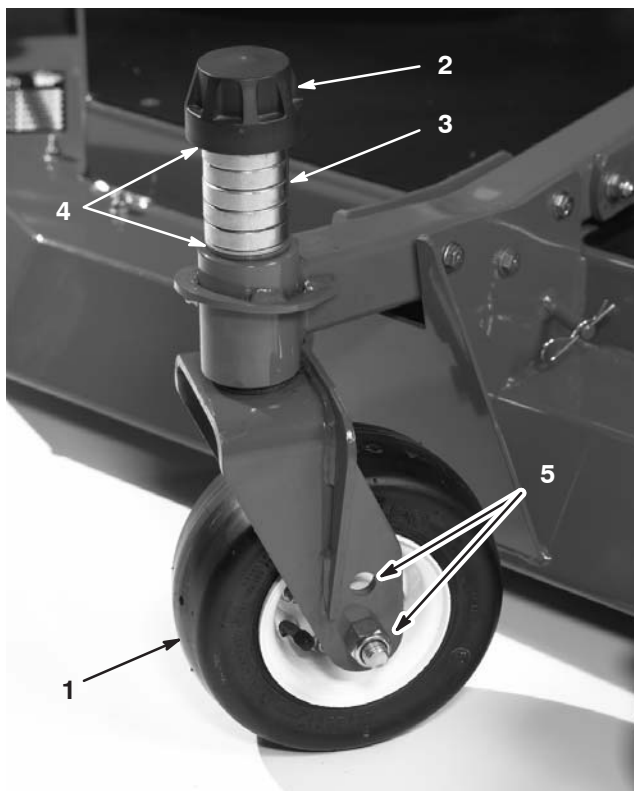

Figure 10
3. Enlevez le chapeau de tension de l'axe de pivot (Fig. 10) et sortez l'axe du bras pivotant. Remplacez les 2 cales (3 mm) sur l'axe de pivot comme à l'origine. Elles sont requises pour que les plateaux de coupe soient parfaitement de niveau sur toute la largeur. Placez le nombre requis d'entretoises de 13 mm (voir la table ci-dessous) sur l'axe de pivot pour obtenir la hauteur de coupe voulue, puis ajoutez la rondelle.